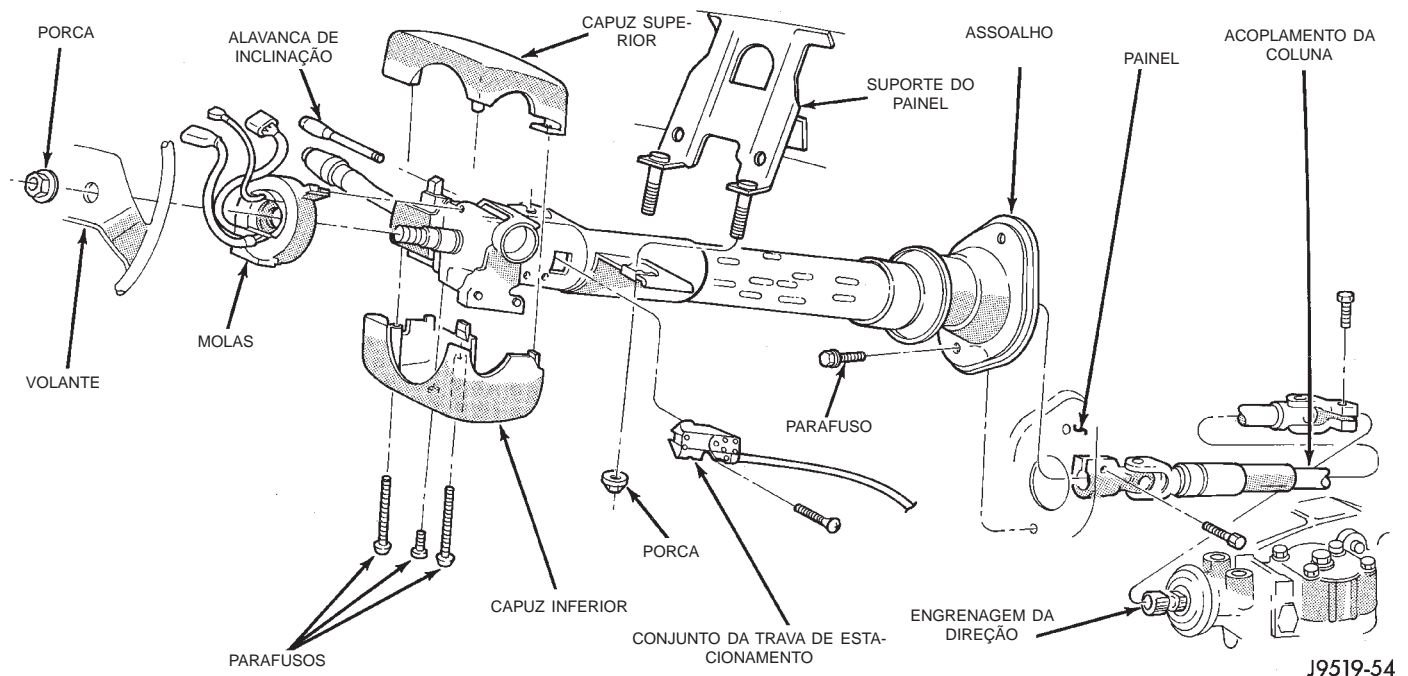
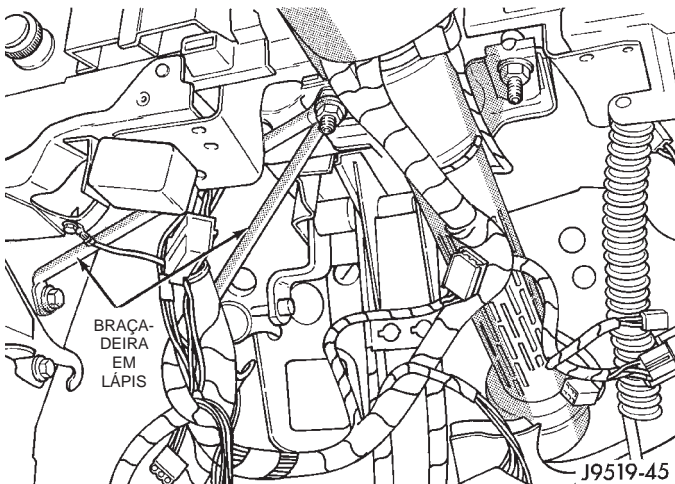

Fig. 5 Coluna de Direção
Fig. 6 Braçadeiras da Coluna de Direção
- (5) Remova os parafusos de aperto superiores de acoplamento da coluna (Fig. 5).
- (6) Remova a caixa do relé.
- (7) Remova a alavanca de inclinação da coluna (se equipado).
- (8) Remova os capuzes superior e inferior da coluna de direção.
- (9) Remova o capuz inferior fixada na coluna.
- (10) Remova as braçadeiras da coluna (Fig. 6).